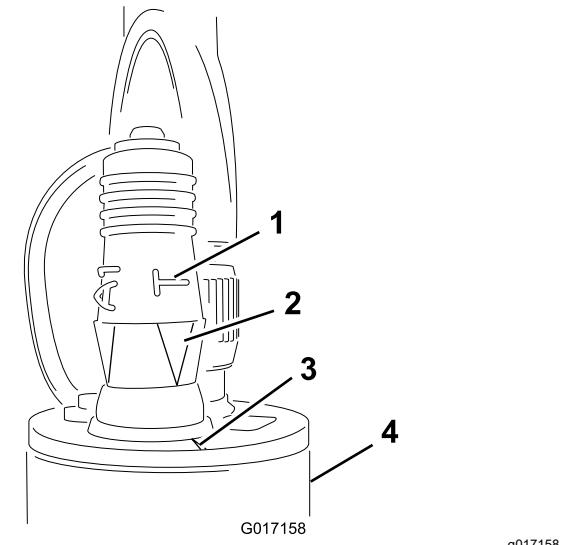

Figure 22
- 3. Posez la fiche de programmation sur le capteur (Figure 22).
Important: Veillez à bien aligner la flèche sous le « T » couché et le cran sur le bord supérieur du capteur (Figure 22).